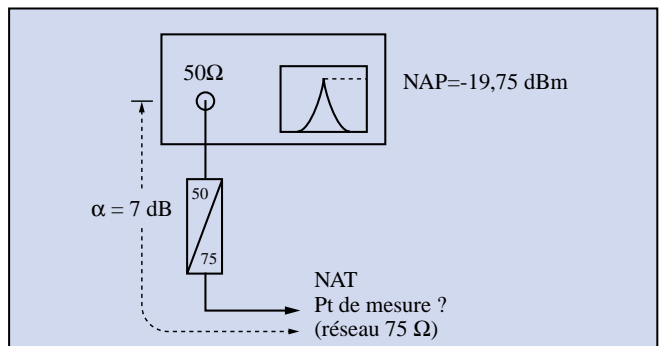

Figure 8.
- 9) On mesure à l'analyseur de spectre un niveau de -19,75 dBm sur 50 ohms sur son entrée. Il est connecté au point de mesure selon la façon de la figure 8.